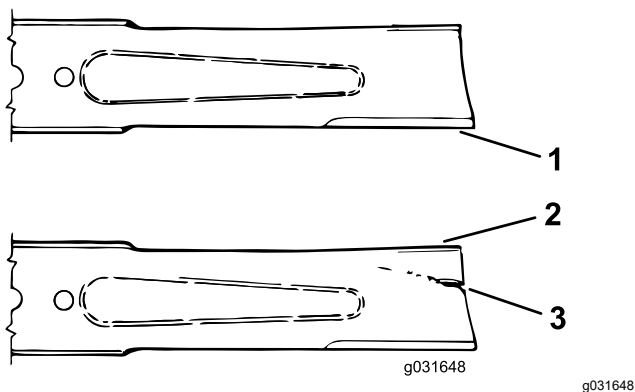

Figura 73
3. Verificate accuratamente i taglienti, con particolare attenzione ai punti d'incontro delle sezioni piatta e curva della lama (Figura 73).